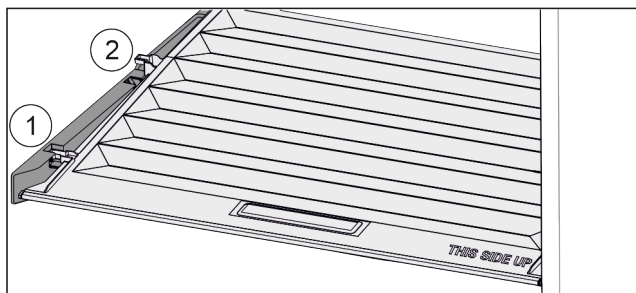

Fig. 122
- ▶ 将盖子向前拉 Fig. 122 (1)至定位件开口。
- ▶ 从下方抬起后端并向上将其移出 Fig. 122 (2)。